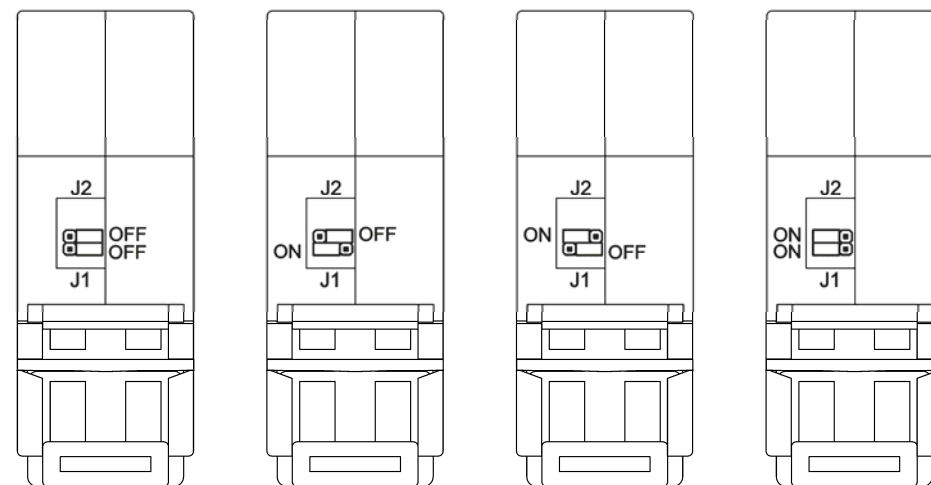

Рис.3 Установка джамперов
1. Установите джамперы J1 и J2 в соответствии с рис.3.
7. Время переключения УЛИ-485 из режима ретрансляции в режим приема устанавливается джамперами J1 и J2. Доступ к джамперам осуществляется через окно на нижней поверхности корпуса УЛИ-485 (см. рис.3) до установки его на DIN-рейку.